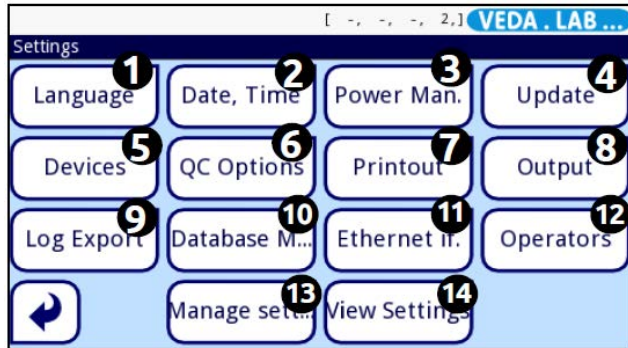

Abbildung 42: Der Bildschirm **Settings** (Einstellungen) mit den nummerierten Funktionstasten
Zur Ansicht der aktiven Geräteeinstellungen tippen Sie die Taste **Settings** (Einstellungen, vgl. **Abbildung 40**) auf dem Bildschirm **Main Menu** (Hauptmenü) und dann die Taste **View Settings** (Einstellungen ansehen, nummeriert mit 14 in **Abbildung 42**) auf den Bildschirm **Settings** (Einstellungen) an, um die derzeit aktiven Einstellungen anzusehen. Tippen Sie die Taste **Print** (Drucken) an, um die aktiven Einstellungen als Liste zu drucken.
2 Auf dem Bildschirm **Settings** (Einstellungen) tippen Sie die Taste **Language** (Sprache, nummeriert mit 1 in **Abbildung 42**) an und wählen dann auf dem Bildschirm **Language** (Sprache) die Optionsschaltfläche für Ihre bevorzugte Sprache aus.
2 Auf dem Bildschirm **Settings** (Einstellungen) tippen Sie die Taste **Date & Time** (Datum und Zeit, nummeriert mit 2 in **Abbildung 42**) an, um mit der Einstellung von Datum und Zeit zu beginnen.
1 Um zum Bildschirm **Settings»Operators»Security** (Einstellungen»Benutzer»Sicherheit) zu gelangen, gehen Sie zum Bildschirm **Main** (Hauptbildschirm) und tippen dann die Taste **Settings** (Einstellungen) an. Auf dem Bildschirm **Settings** (Einstellungen) tippen Sie die Taste **Operators** Benutzer (nummeriert mit 12 in Abbildung 42) an, dann auf den erscheinenden Bildschirm  **Operators** (Benutzer).
- 2 Auf dem Bildschirm **Settings** (Einstellungen) tippen Sie die Taste **Printout** (Ausdruck, nummeriert mit 7 in *Abbildung 42*) an.
- 2 Auf dem Bildschirm **Settings** (Einstellungen) tippen Sie die Taste **Output** (Ausgabe, nummeriert mit 8 in **Abbildung 42**) an und wählen die Optionsschaltfläche **LIS2** aus. Tippen Sie die Taste **Next** (Weiter) für die Konfiguration der ausgewählten Übertragung.